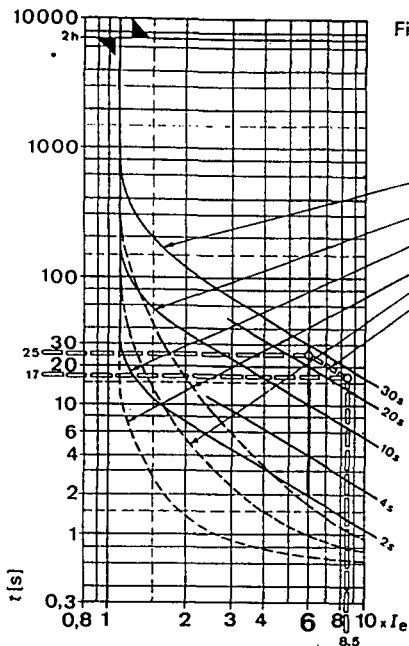

Fig. 12
**4.2.1** Le temps de déclenchement  $t_{6xI_e}$  pour 6 fois le courant nominal d'emploi du moteur  $I_e$  sera déterminé à l'aide de la caractéristique temps/courant (caractéristique de déclenchement, Fig. 12, a...f). Le temps de blocage admissible (à partir de l'état froid) donné par le fabricant du moteur est à ramener au temps de déclenchement  $t_{6xI_e}$  selon l'exemple d'interpolation (Fig. 12, f). Ce temps (arrondi au nombre pair inférieur) est à régler sur le CEF 1.
**Légende pour la Fig. 12:**
**4.2.1** The trip time  $t_{6xI_e}$  with 6 times the rated operational current of the motor  $I_e$  is determined from the time/current characteristic curves (trip characteristic, Fig. 12, a...f). The admissible locked rotor time (from the cold state) given by the motor manufacturer is to be converted into the trip time  $t_{6xI_e}$  in accordance with interpolation example (Fig. 12, f). This value (rounded down to the next smaller even number) is set on the CEF 1.
**Legend for Fig. 12:**
**4.2.1** Die Auslösezeit  $t_{6x/I_e}$  beim 6-fachen Nennbetriebsstrom des Motors  $I_e$  wird aus den Zeit/ Strom-Kennlinien (Auslösecharakteristik, Fig. 12, a...f) ermittelt. Die vom Motorhersteller angegebene zulässige Blockierzeit (vom kalten Zustand aus) ist gemäß dem Interpolationsbeispiel (Fig. 12, f) in die Auslösezeit  $t_{6x/I_e}$  umzuwandeln. Dieser Wert (abgerundet auf die nächstkleinere gerade Zahl) ist am CEF 1 einzustellen.
**Legende zu Fig. 12:**